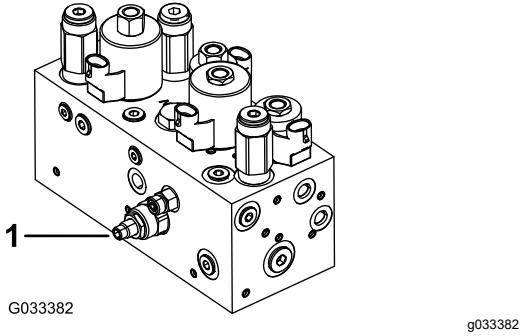

Figura 48
O circuito de elevação/descida da unidade de corte está equipado com uma válvula de regulador de caudal (Figura 48). Esta válvula é previamente configurada pelo fabricante, encontrando-se cerca de 3 voltas aberta, mas por vezes é necessário efetuar ajustes de modo a compensar diferenças na temperatura do óleo hidráulico, nas velocidades de corte, etc.
- Levante o banco e localize a válvula de controlo do caudal (Figura 48) montada ao lado do coletor hidráulico para a estrutura de tração central.